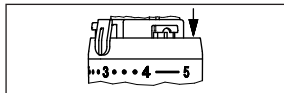

Fig. 8
3. Para limitar el rango de control máximo, el segundo clip limitador debe colocarse en la ranura inmediatamente posterior a la posición "4" (fig. 8).